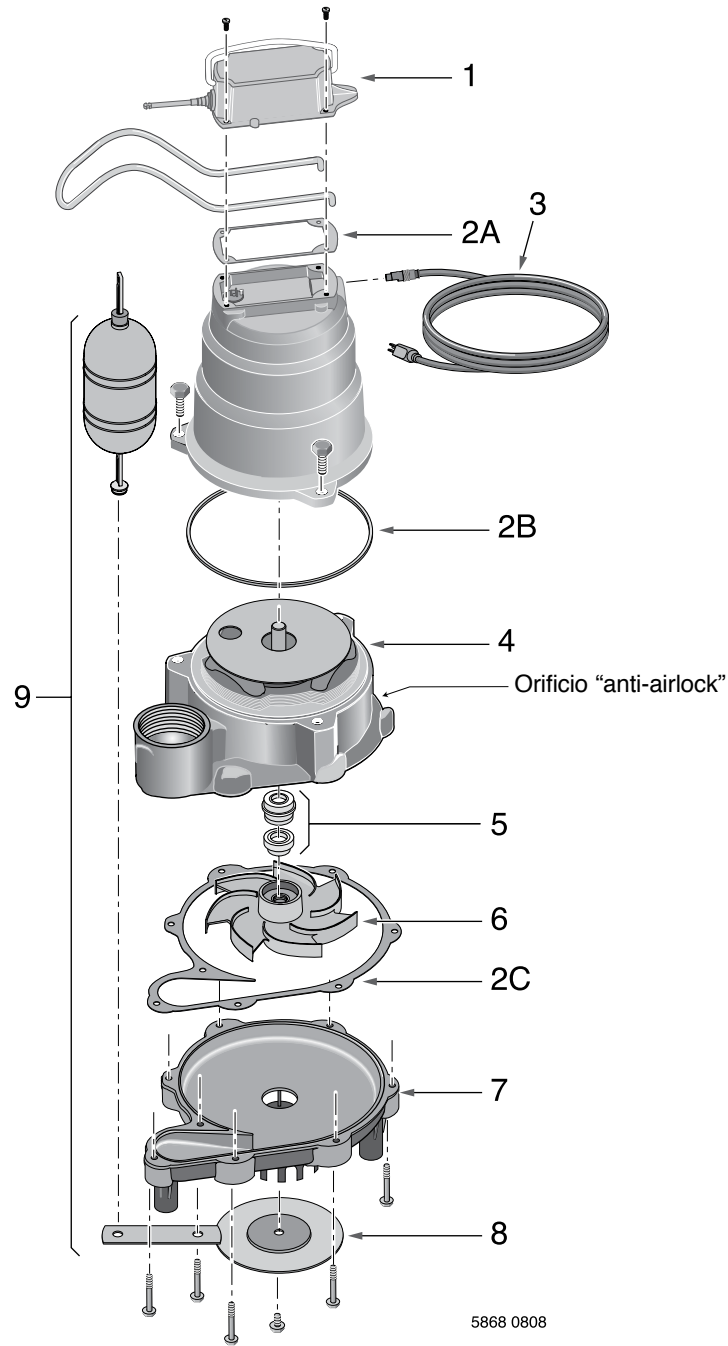

**Figura 1:** Conecte el interruptor según se ilustra. No perturbe los bornes de enchufe en el interruptor. Se ha omitido la empaquetadura para mayor claridad.
7. Coloque la nueva empaquetadura en el cárter del motor, luego conecte los cuatro cables en el nuevo interruptor a los cuatro bornes en el cárter del motor (consulte la Figura 1 en la página 14). ¡No perturbe los dos bornes de enchufe en el interruptor! **AVISO:** Cuando conecte los dos cables eléctricos a los bornes del cordón, verifique que los extremos de los cables no queden atascados entre la clavija del cordón y el lado del enchufe del cordón. El conector debe estar sobre la clavija.